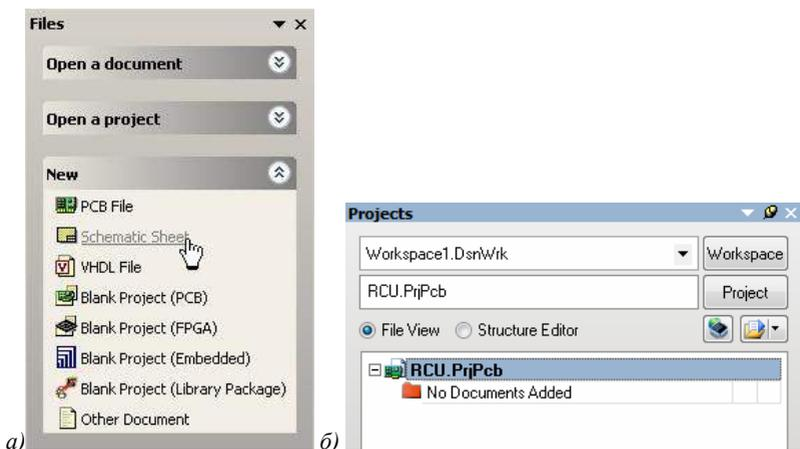

Рис. 2. Меню *Files* и панель *Projects*
Выполнить эту операцию можно иначе: командой из раздела меню *File | New* с помощью опции *Blank Project (PCB)* в секции *New* панели управления *Files* (рис. 2, а). Если в настоящий момент эта панель не отображается, то её можно включить нажатием кнопки *Files* в нижней части экрана. Современные программы САПР, как правило, предлагают несколько возможностей выполнения тех или иных действий.
1. Выполнить команду меню *File | New | Schematic* или щелкнуть на опции *Schematic Sheet* в секции *New* панели управления *Files* (рис. 2, а). На рабочем столе системы *Protel DXP* появится пустой лист принципиальной схемы с именем по умолчанию *Sheet1.SchDoc*, который автоматически будет добавлен в проект. На вкладке *Projects* новый лист схемы будет отображаться в категории *Schematic Sheets* под именем проекта.